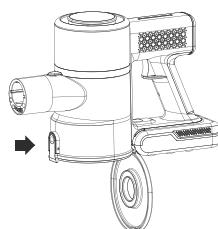

Fig 1.
2. Appuyez sur le bouton release pour abaisser automatiquement la lunette inférieure, comme le montre la Fig 1.